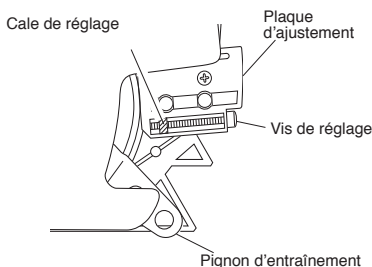

Figure 3 - Emplacement des pièces pour l'assemblage du guide-chaîne
4. Tournez la vis de réglage dans le sens antihoraire (voir la Figure 3). Continuez de tourner la vis de réglage jusqu'à ce que la cale de réglage arrive à l'arrière de la plaque d'ajustement.